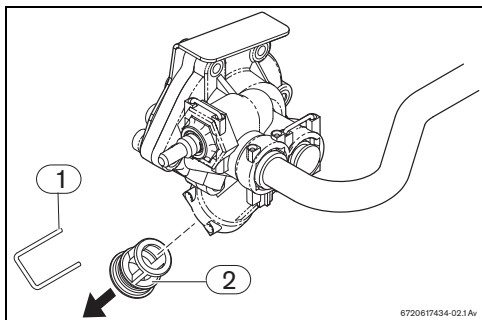

Fig. 9 Purga
- ▶ retire el clip de sujeción de la tapa del filtro (Fig. 9, [1]).
- ▶ retirar el tapon filtro agua (Fig. 9, [2]) del cuerpo de agua.